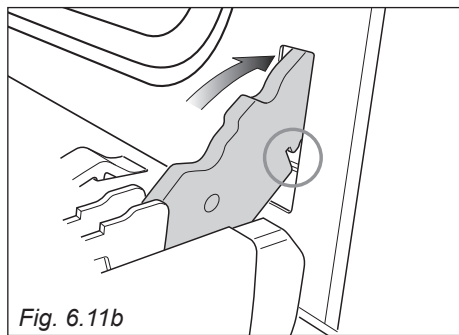

Fig. 6.11b
2. Inserire i ganci delle cerniere (destra e sinistra) nel loro alloggiamento; assicurarsi che l'incavo entri nell'apposito alloggiamento (fig. 6.11b).